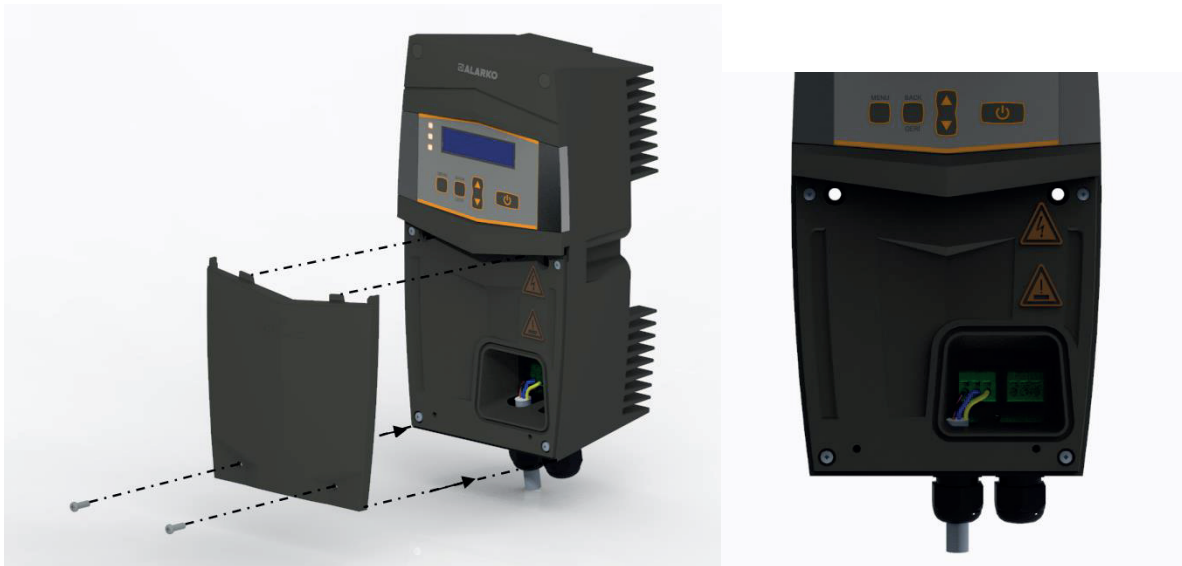

Abbildung 6.10: Wiederanbringen der unteren Abdeckung
8. Abdeckung wieder anbringen. Siehe Figure 6.10.